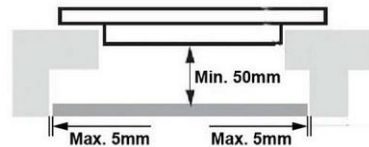

Fig. 4
- Fije la inserción de madera a una distancia mínima de 50 mm de la parte baja de la placa de cocción con tornillos. Tenga en cuenta las distancias indicadas en la fig. 4.